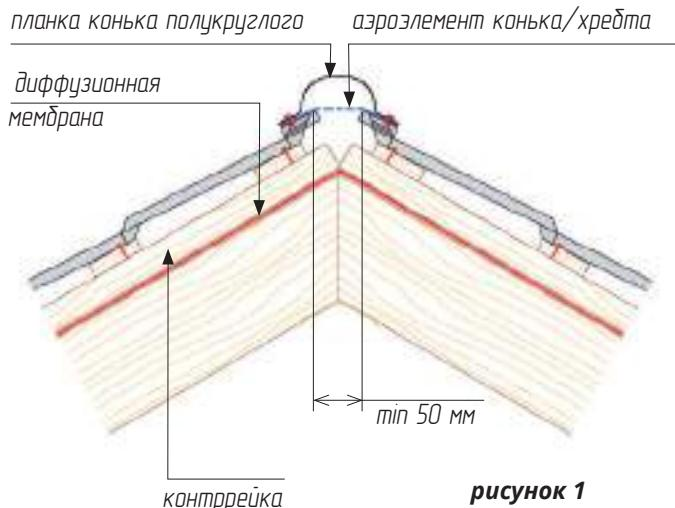

рисунок 1
- Для крыш с утеплением до сопряжения стропил диффузионная мембра устанавливается с перехлестом на стыке скатов (рис. 1).